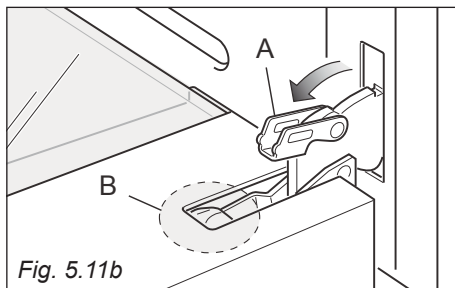
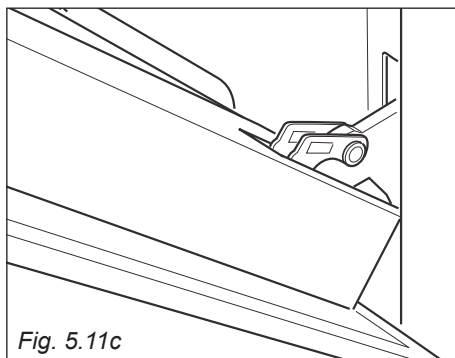

Fig. 5.11b
Fig. 5.11c
- Aprire completamente la leva "A" delle cerniere destra e sinistra (fig. 5.11b).
- Socchiudere dolcemente la porta (fig. 5.11c) fino a quando le leve "A" delle cerniere destra e sinistra si agganciano alla parte "B" della porta (fig. 5.11b).